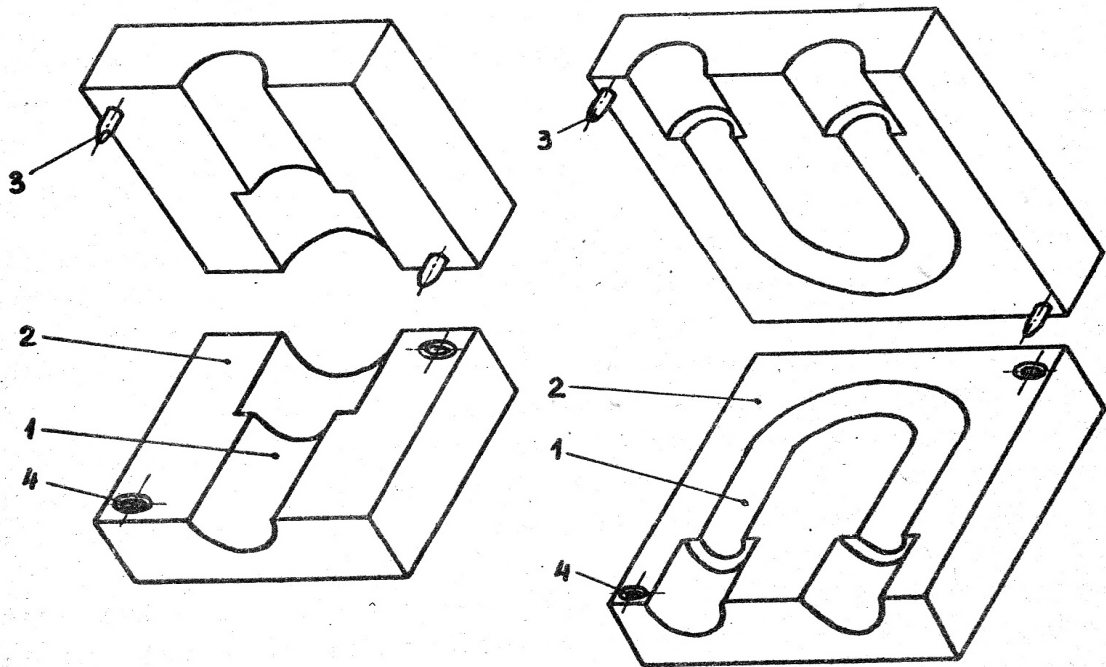

Fig.9.2. Cutii de miez.
- b) Cutia de miez (fig. 9.2) este prevazuta cu o cavitate (1) avand configuratia si dimensiunile corespunzatoare, in care se va indesa amestecul de formare. Cutia de miez poate fi dintr-o bucata sau este sectionata in mai multe parti, prin intermediul unor suprafete de separatie (2) plasate astfel incat sa permita extragerea usoara a miezului. La miezurile simetrice, aceasta suprafata este chiar planul de simetrie. Partile componente ale cutiei se centreaza reciproc cu ajutorul a doua capuri (3), respectiv orificii de ghidare (4). Plasate la distanta cat mai mare unul fata de celalalt.